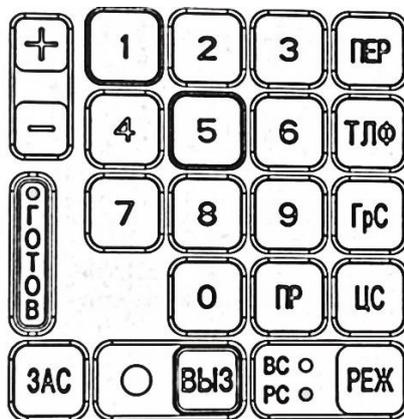

Рисунок 33 – Индикация пульта при ожидании выбора радиостанции
- на пульте перейти в ожидание выбора радиостанции, нажимая клавишу «РЕЖ», пока индикатор «РС» не загорится зеленым цветом. Например, радиостанции № 1 и № 5 заняты, поэтому соответствующие им цифровые клавиши будут подсвечиваться красным цветом (рисунок 33);